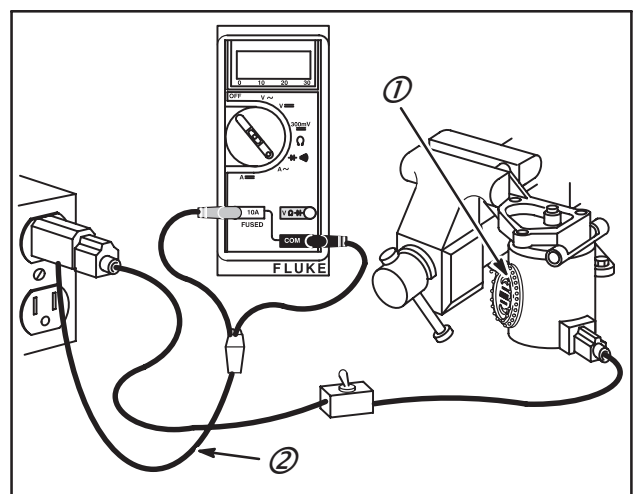

Fig. 18
1. Fixer le démarreur dans un étau comme indiqué à la Fig. 18. Compte-tours (1), shunt C.A. **Réf. : 19358** (Plus disponible) ou **19468**(2).